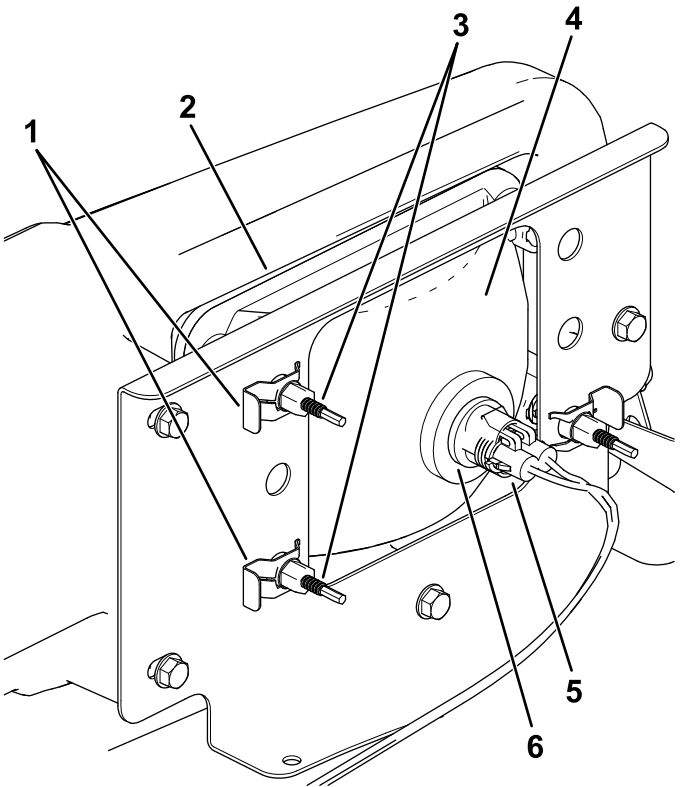

Figura 54
4. Retire los conectores rápidos que sujetan el faro al soporte del faro (Figura 54).
5. Retire el faro desplazándolo hacia adelante y pasándolo por el hueco del parachoques delantero (Figura 54).
6. Introduzca el faro nuevo a través del hueco del parachoques (Figura 54).
7. Sujete el conjunto del faro con los conectores rápidos que se retiraron en el paso (4).
8. Conecte el conector eléctrico del arnés de cables al conector del conjunto de la lámpara (Figura 54).
3. Desconecte el conector eléctrico del arnés de cables del conector del conjunto de la lámpara (Figura 54).
5. En la parte trasera del faro, gire los tornillos de ajuste (Figura 54) para pivotar el conjunto y ajustar de la posición del haz de luz.